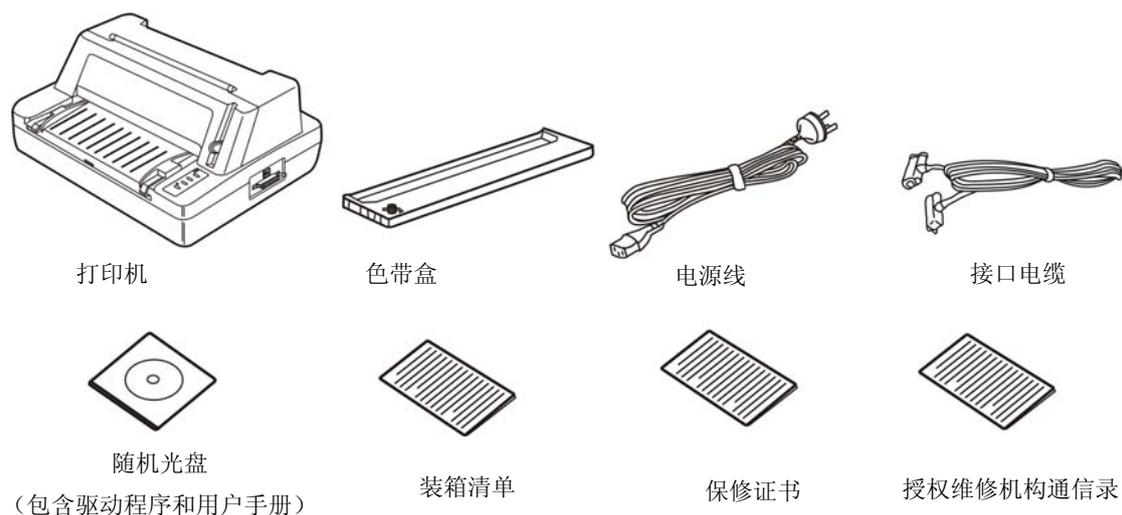

图 2-1 包装箱内物品清单
在打印机包装箱内，应具有以下各项物品：(1) 打印机；(2) 色带盒；(3) 电源线；(4) 接口电缆；(5) 随机光盘；(6) 装箱清单；(7) 保修证书；(8) 授权维修机构通信录。请核对图 2-1 所示物品清单。如有任何东西遗失，请联络经销商。